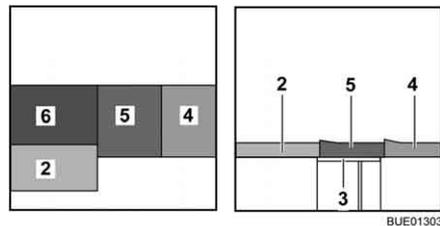

Bild 120 Nach dem Umbau
- Das Sitzpolster (Bild 120,5) in die Mitte legen.
- Das Rückenpolster (Bild 120,4) zwischen das Sitzpolster und die Wand legen.